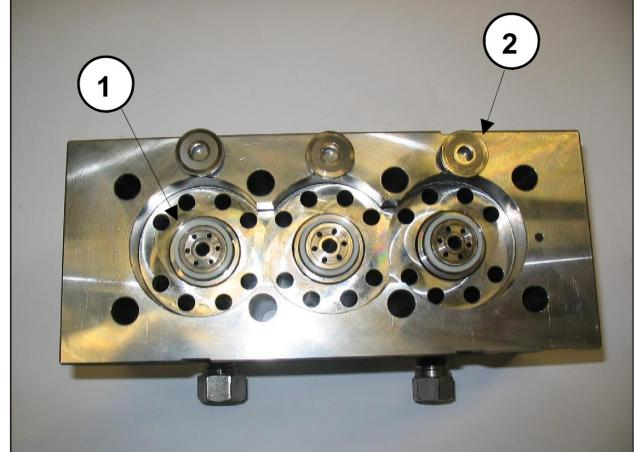

Abb. 41
Achten Sie beim Ausbau der Buchsen darauf, nicht die Ventilsitze ① und die Flachventile ② wie in Abb. 41 gezeigt zu verlieren, da diese nur bündig eingesetzt sind und dadurch herausfallen können.